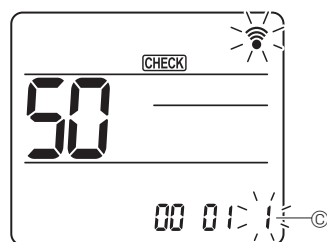

Fig. 6-19
- ④ Sélection du numéro de réglage
Utilisez la touche [DOWN] pour changer le numéro de réglage ③. (Fig. 6-19)